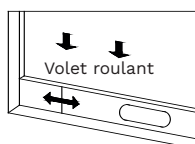

Figure 2
- 1) Ouvrir la fenêtre à moitié et installer l'adaptateur extracteur à votre ouverture (comme indiqué sur les figures 2 et 3) ; l'ensemble peut être placé à l'horizontale et à la verticale.